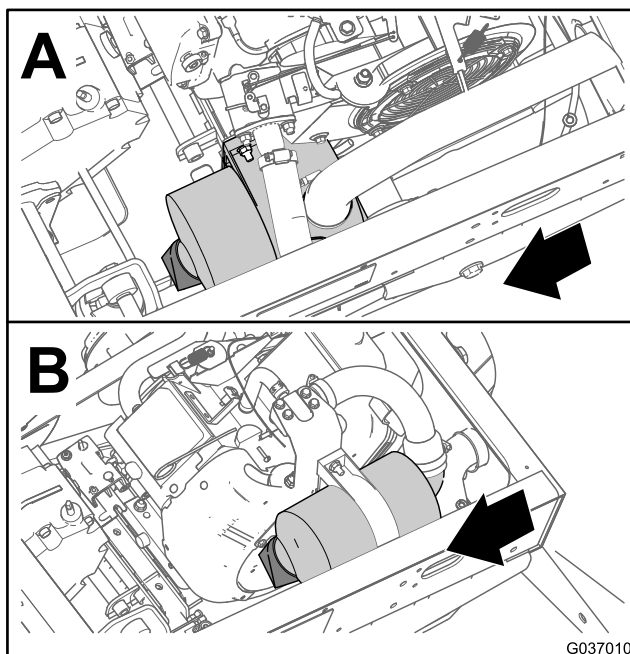
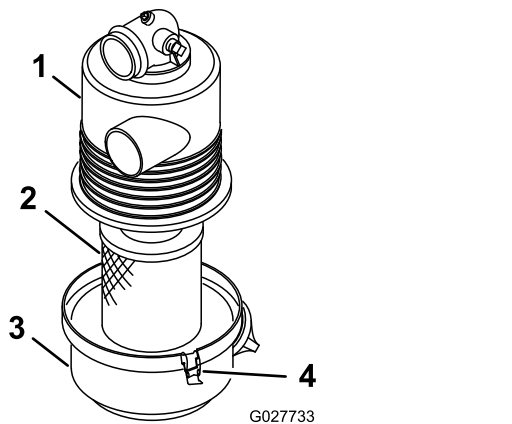

Рисунок 32
Рисунок 33
2. Проверьте корпус воздухоочистителя на отсутствие повреждений, которые могут вызвать утечку воздуха (Рисунок 32 и Рисунок 33).
3. Отпустите фиксаторы, крепящие крышку воздушного фильтра на его корпусе (Рисунок 33).
4. Отделите крышку от корпуса и очистите внутреннюю поверхность крышки воздушного фильтра (Рисунок 33).
3. Вставьте элемент в корпус воздушного фильтра (Рисунок 33).
4. Совместите крышку воздушного фильтра с его корпусом (Рисунок 33).
5. Закрепите крышку на корпусе фиксаторами (Рисунок 33).